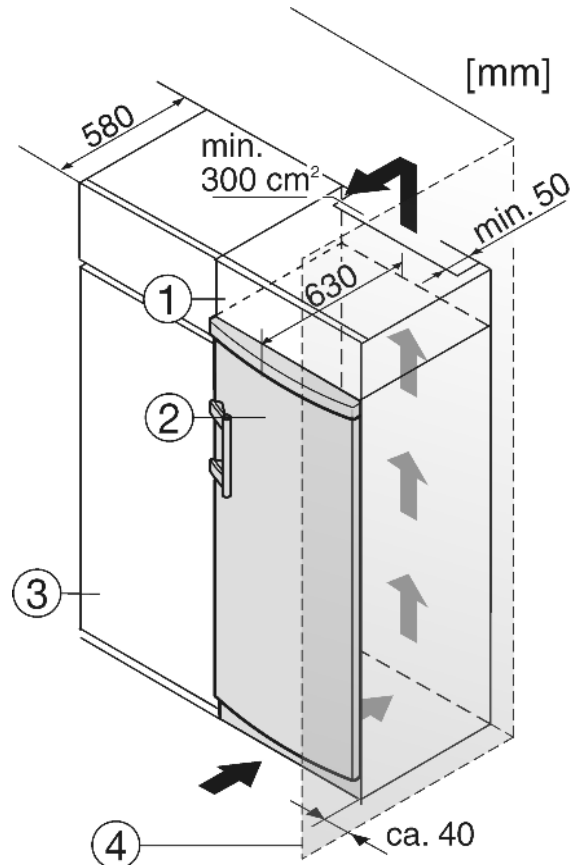

Fig. 8
- (1) Uždedama spintelė
- (2) Prietaisas
- (3) Virtuvės spinta
- (4) Siena
Prietaisą galima montuoti į virtuvės spintelės. Norint prietaisą Fig. 8 (2) priderinti prie nišos aukščio, virš jo galima įrengti uždedamą spintelę Fig. 8 (1).
Kai prietaisas montuojamas į standartinės virtuvės spintas (maks. gylis 580 mm), tuomet prietaisą galima statyti tiesiog šalia virtuvės spintos Fig. 8 (3). Prietaiso durys yra išsikišusios už virtuvės spintos priekinės dalies 34 mm šonuose ir 50 mm prietaiso viduryje. Todėl jas galima nesunkiai varstyti.
Jeigu prietaisas su vyriais statomas greta sienos *Fig. 8 (4)*, mažiausias atstumas tarp prietaiso ir sienos turi būti 40 mm. Šis statumas atitinka rankenų išsikišimą esant atvertoms durims.